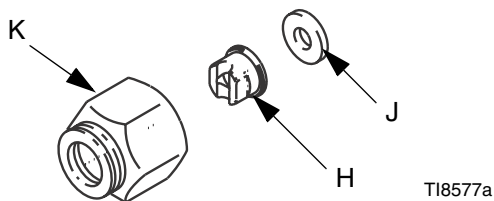

FIG. 7 : Montage de la buse de pulvérisation
2. Monter la buse (H) et le joint (J) sur l'écrou de fixation de la buse (K). Bien visser l'ensemble sur le pistolet. Serrer l'ensemble avec une clé. Voir FIG. 7.
1. Pour régler le sens du jet avec des buses de pulvérisation, orienter l'encoche de la buse dans le sens horizontal pour obtenir un jet horizontal et dans le sens vertical pour obtenir un jet vertical. Voir Fig. 7.